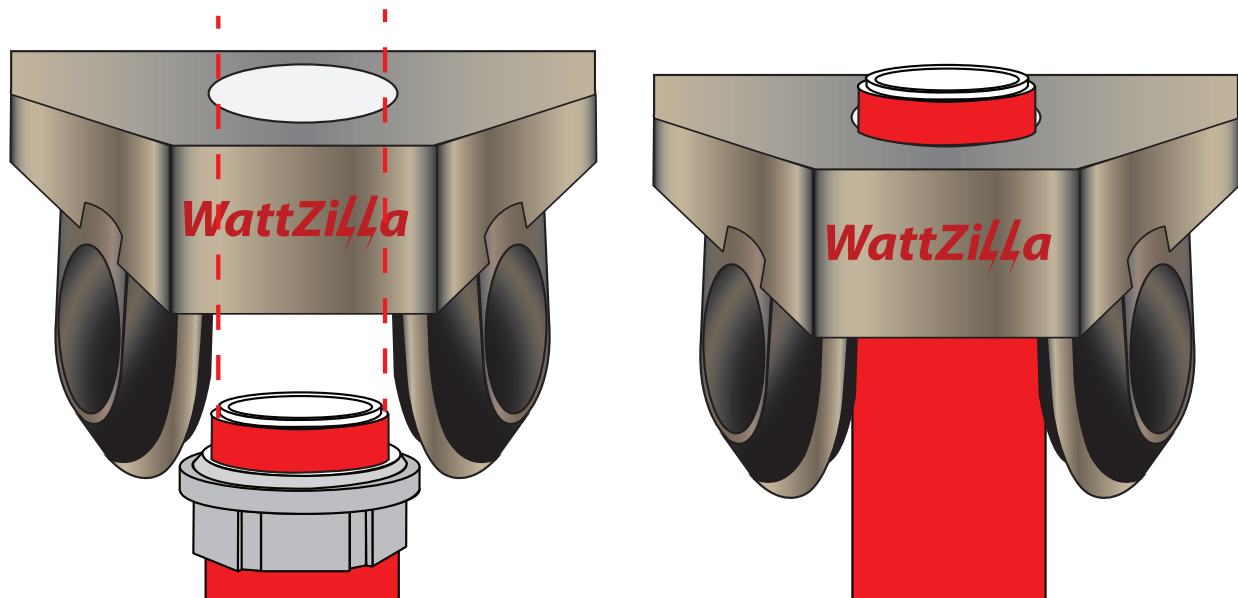

Figure 11. Fixation de l'Assemblée de gestion DUO câble sur le pôle
14. (Facultatif) Faites glisser l'ensemble de gestion des câbles sur le tuyau et se reposer sur le dessus du moyeu Myers (Figure 11).